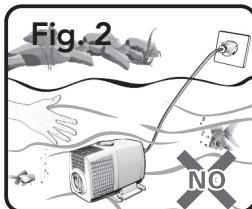

Fig. 2
- Siempre desconecte la fuente de alimentación antes de realizar cualquier tarea de mantenimiento o de colocar sus manos en el agua en que está sumergida la bomba (Fig. 2).